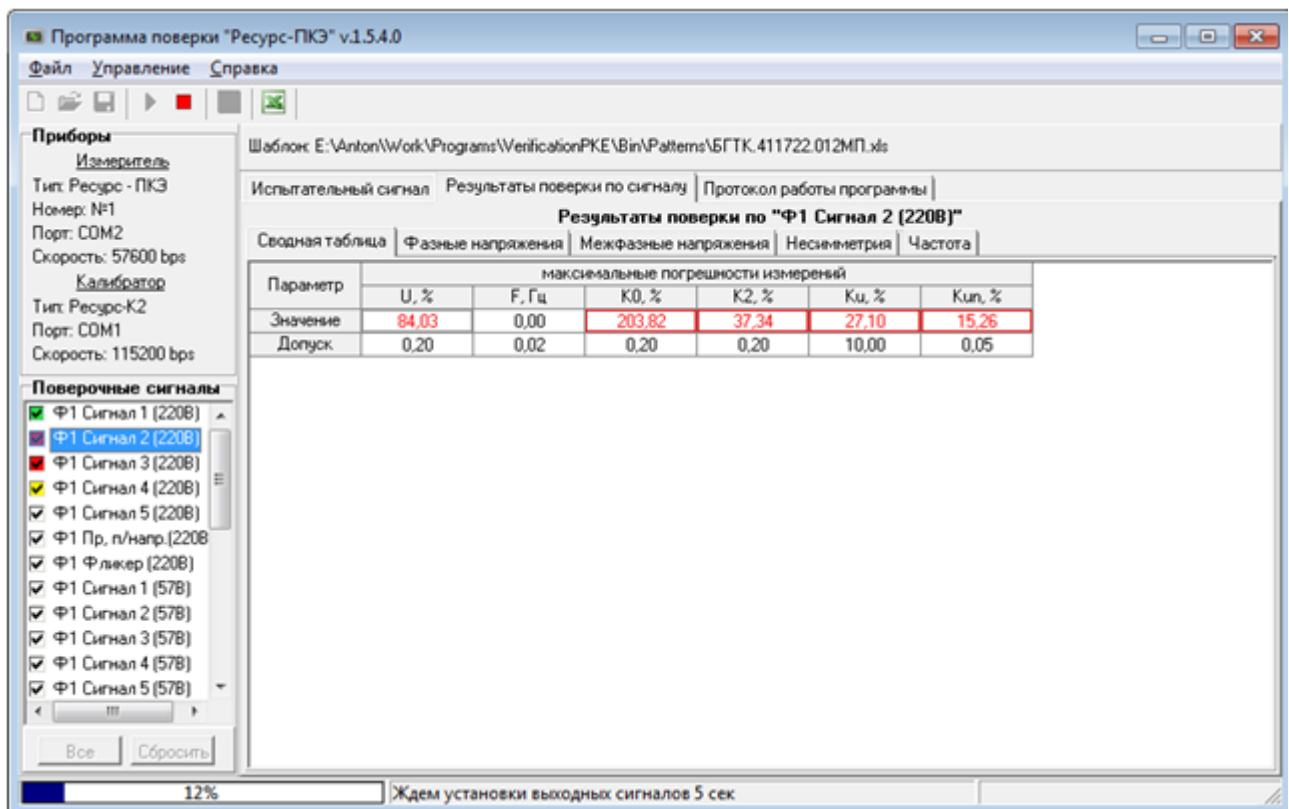

Рисунок 4.23 Отображение поверки в списке сигналов
9. Сигнал, проходящий поверку, окрашивается желтым цветом. После прохождения процедуры поверки сигнал окрашивается в зеленый цвет при условии, если все параметры не превышают значение допустимой погрешности, красный – если какой-то параметр вышел за пределы погрешности. При работе в автоматическом режиме программа переходит к следующему испытательному сигналу. Если сигнал, по какому-то параметру «не прошел» (окрасился красным цветом), то программа поверки не останавливается, а переходит к проверке следующего сигнала (Рисунок 4.23).